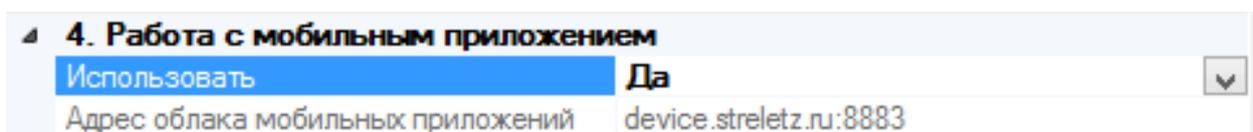

Рисунок 6.44
- Необходимо включить для модуля режим работы с Мобильным приложением и запрограммировать прибор (Рисунок 6.44).